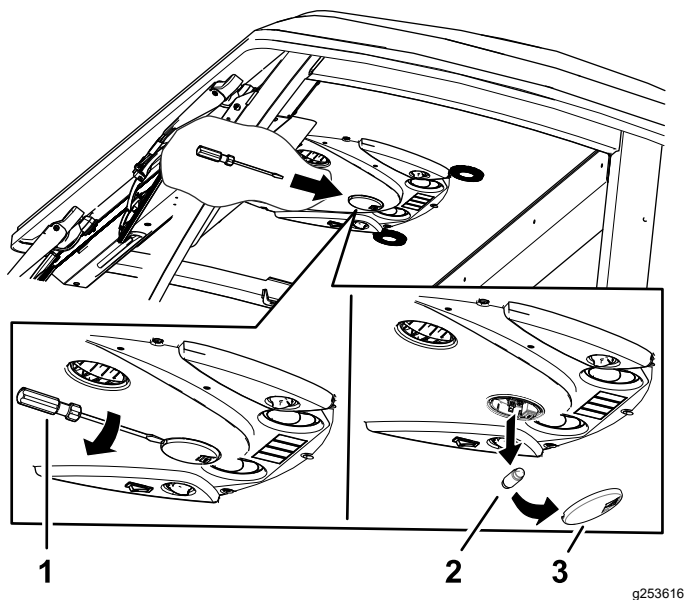

Figura 89
1. Utilize uma chave de fendas para remover a lente da luz do painel de controlo (Figura 89).
2. Retire a lâmpada da base da luz (Figura 89).